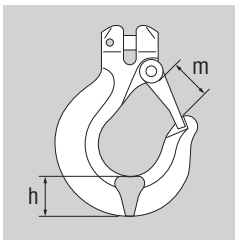
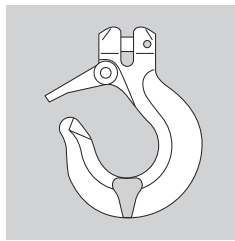

Abb. 13.1: Aufweitung am Haken/
Abb. 13.2: Aufweitung am Haken/
- Anzeichen einer Aufweitung an Haken, d. h. z. B. merkliche Vergrößerung der Maulöffnung. Die Vergrößerung der Maulöffnung soll 10 % des Nennwertes (Katalogmaß „m“ Abb. 13.1) nicht übersteigen oder so sein, dass die Hakensicherung sich nicht ausklinkt (Abb. 13.2)
- Verschleiß (Dickenabnahme) im Hakengrund $\geq 5\%$ (Katalogmaß „h“ Abb. 13.1)